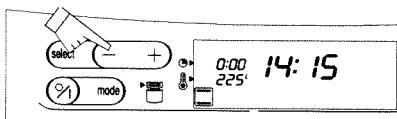

Fig. 6
5. Premere i tasti   per impostare il tempo di cottura desiderato (fig. 6).